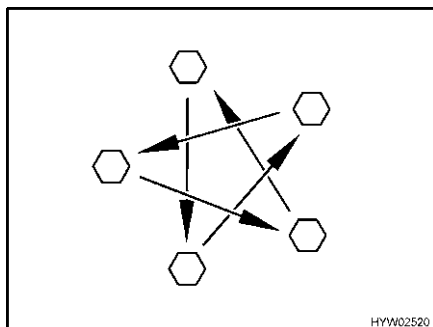

Bild 230 Dra åt hjulmuttrarna eller hjulbultarna korsvis
- Kontrollera regelbundet att hjulmuttrarna eller hjulbultarna är ordentligt åtdragna. Om du har bytt däck ska hjulmuttrarna eller hjulbultarna dras åt korsvis efter 5 mils körning (Bild 230). Åtdragningsmoment se avsnitt 13.5.2.
- ▷ Dra åt hjulmuttrarna eller hjulbultarna korsvis (Bild 230).